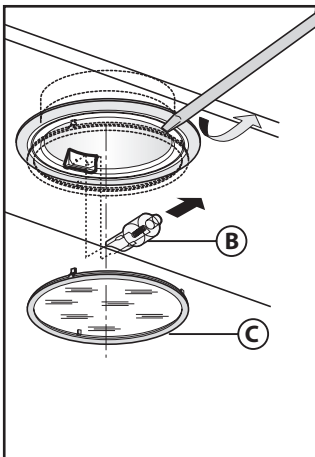

Fig.6
• **Remplacement des lampes halogènes (Fig.6):**